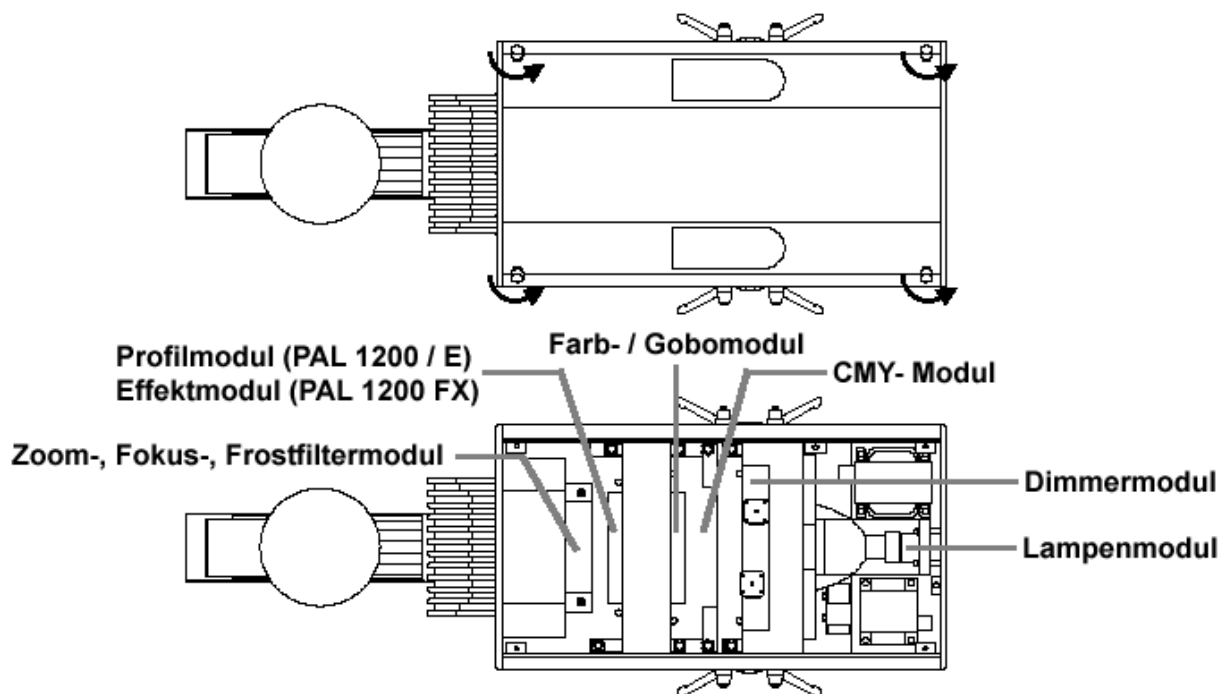

Abb.13: Positionen der Module
1. Die Gehäuseabdeckung ist durch vier Schnellspannbolzen fixiert und zusätzlich über ein Fangseil gesichert. Die Bolzen werden durch  $\frac{1}{4}$  Umdrehung gegen den Uhrzeigersinn gelöst (siehe Abb.13). Nachdem Sie die Abdeckung entfernt haben, können Sie die Module im Gerät erreichen. Während der Wartungsarbeiten können Sie die Abdeckung am Fangseil hängen lassen.